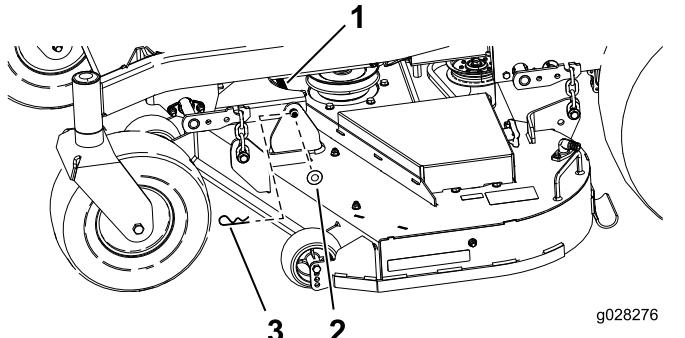

Figura 63
- Retire la chaveta y la arandela que sujetan el pasador de enganche al bastidor y a la carcasa; retire el pasador de enganche (Figura 63).
9. Sujete el perno de enganche con las chavetas y las arandelas que retiró anteriormente (Figura 63).